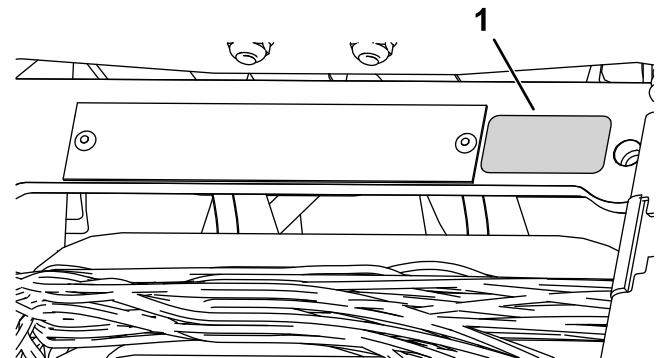

Bild 12
- Bringen Sie den Baujahr-Aufkleber in der Nähe der Seriennummernplatte an (Bild 12).